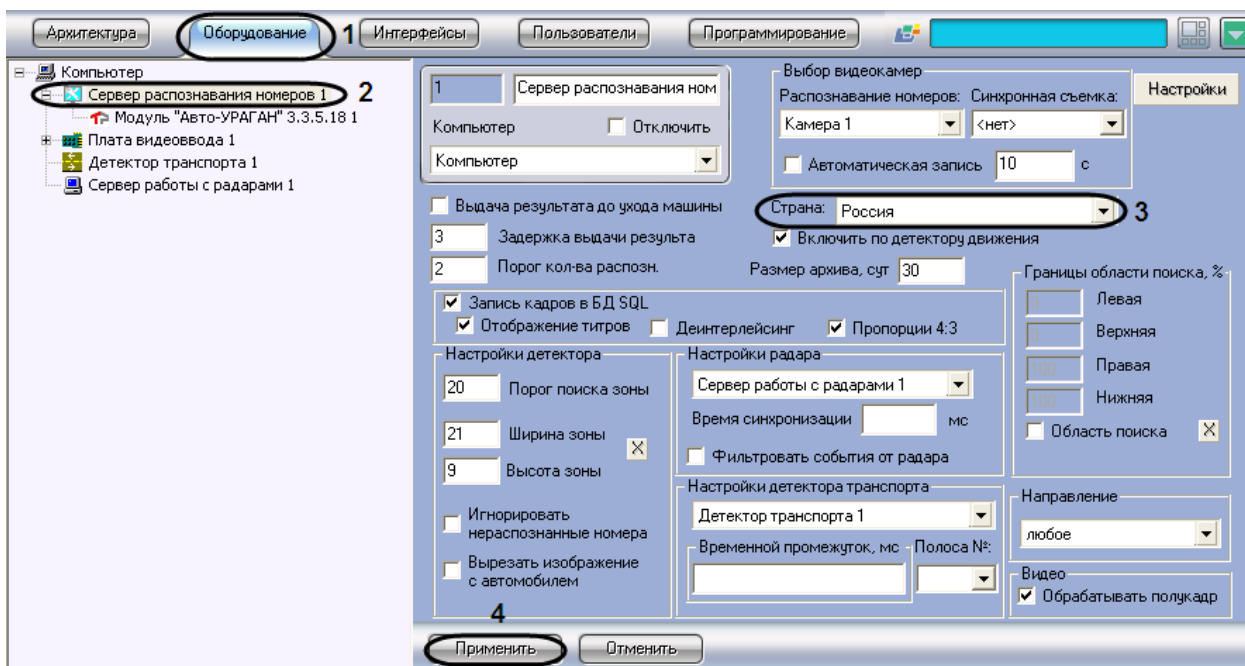

Рис. 7.2-13. Выбор государства-эмитента
1. В диалоговом окне «Настройка системы» перейти на вкладку «Оборудование» (Рис. 7.2-13, 1).
2. В дереве объектов на вкладке «Оборудование» выбрать объект «Сервер распознавания номеров», соответствующий активированному программному модулю «Авто-УРАГАН 3.3.5.18» (см. раздел «Активация программного модуля, используемого для распознавания номеров», Рис. 7.2-13, 2). В правой части вкладки «Оборудование» отобразится панель настройки выбранного объекта.
3. Выбрать государство-эмитент из списка «Страна» (см. Рис. 7.2-13, 3).
4. Нажать кнопку «Применить» (см. Рис. 7.2-13, 4).